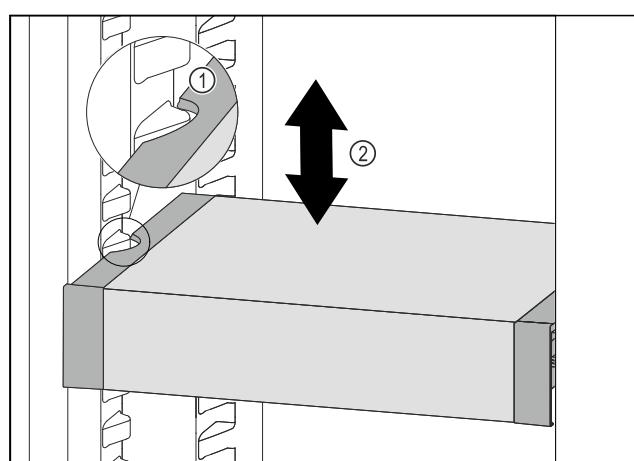

Fig. 52
- Trageți în față VarioSafe, până când degajările laterale ale VarioSafe se află la înălțimea nervurii recipientului din frigider. Fig. 52 (1)
- Mișcați în sus sau în jos VarioSafe în frigider, până când este atinsă înălțimea dorită. Fig. 52 (2)